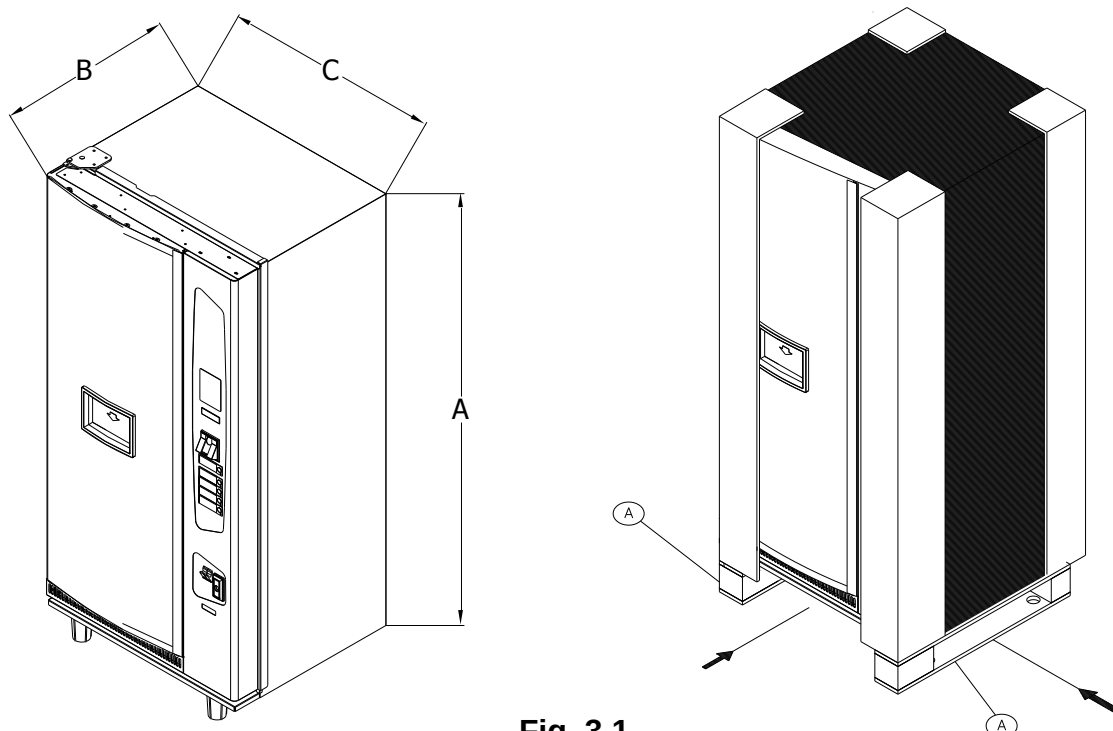

Fig. 3.1
- Utilizzare un transpallet/carrello elevatore avente una portata minima di 400 Kg, le basi in legno (A) consentono le prese sui 4 lati del distributore (fig. 3.1).